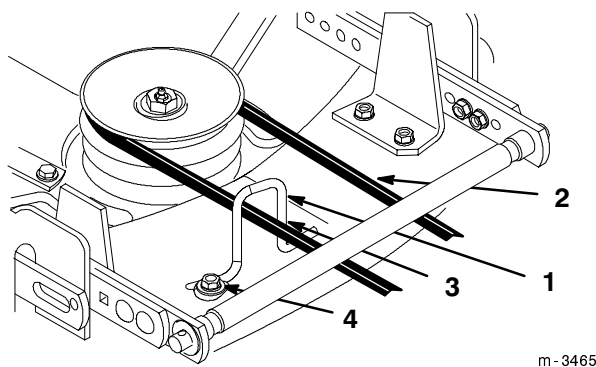

Abbildung 14
9. Die Riemenführungsschraube lösen (Abb. 14).
10. Die Riemenführung so einstellen, dass sie mit dem inneren Arm gerade den Riemen berührt (zur Mitte des Decks) (Abb. 14).